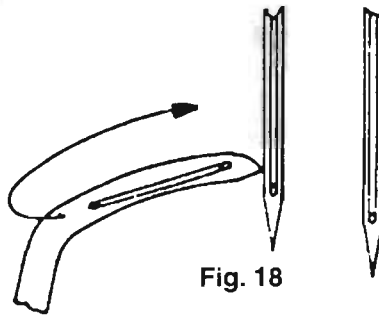

Fig. 18
a) Gire a máquina em sentido horário até a ponta da lançadeira ficar rente com a agulha pelo lado esquerdo. Fig. 18